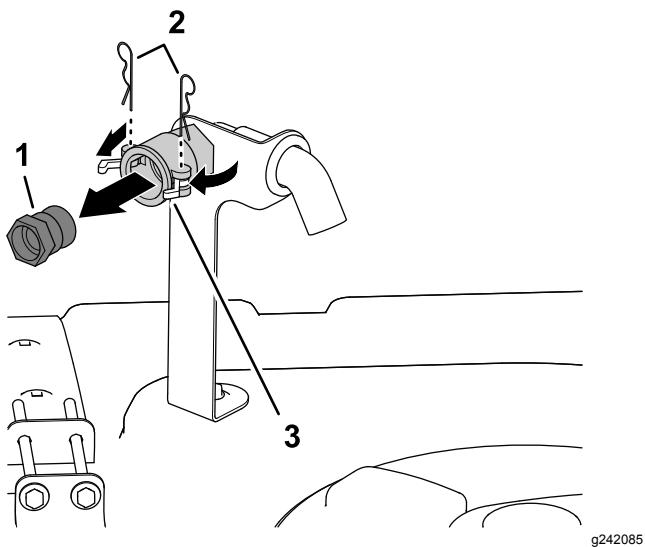

Рисунок 3
1. В передней правой части крышки бака извлеките 2 игольчатых шплинта, которые крепят защелки быстроразъемного соединителя противосифонной входной части бака (Рисунок 3).
2. Откройте защелки, чтобы отсоединить быстроразъемный штуцер от быстроразъемного соединителя (Рисунок 3).
3. Снимите быстроразъемный штуцер с быстроразъемного соединителя (Рисунок 3).
4. Закройте защелки и вставьте игольчатые шплины во фланцы быстроразъемного соединителя (Рисунок 3).